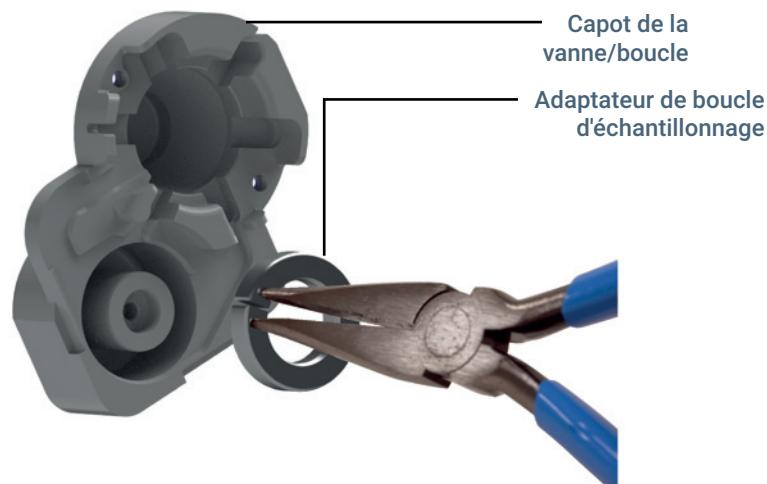

Figure 22. Retirer un adaptateur de boucle d'échantillonnage (G4556-20178 illustré) du capot de la vanne/boucle
- a Saisissez l'adaptateur de la boucle d'échantillonnage à l'aide d'une paire de pinces à becs fins aux emplacements indiqués à la **Figure 22**.
- b Serrez la paire de pinces à becs fins et tirez doucement sur l'adaptateur de la boucle d'échantillonnage pour l'extraire du bloc ou du capot, comme illustré à la **Figure 22**.